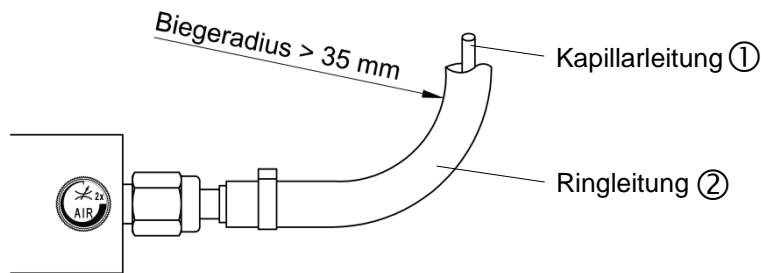

Abb. 4: Koaxiale Zuführleitung mit minimalem Biegeradius
- 4.4 Beim Verlegen der coaxialen Zuführleitung (Abb. 4 bestehend aus Ringleitung ② mit integrierter Kapillarleitung ①) ist darauf zu achten, dass weder Knick noch Rissbildung (z.B. über scharfkantiges Blech) erfolgen kann und die Leitung nicht durch den Spänebereich geführt wird (Gefahr der Zerstörung). Der minimale Biegeradius von 35 mm (Abb. 4) ist einzuhalten. Auf Grund des geringen Gewichtes sollten die coaxialen Zuführleitungen in Kabelkanälen möglichst als oberste Lage geführt werden.